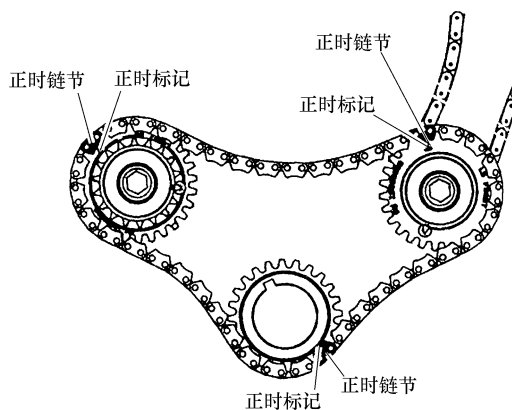

图 20-38 确保各个正时标记均与相应正时链节对准
- 6) 确保各个正时标记均与相应正时链节对准，如图 20-38 所示。